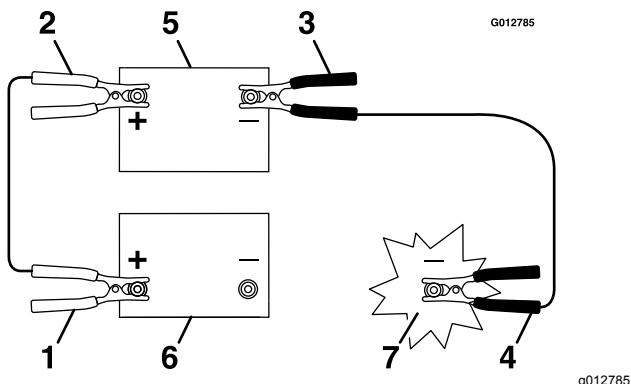

Figure 42
1. Reliez le câble de démarrage positif rouge (+) à la borne positive de la batterie à plat, comme montré à la Figure 42.
2. Reliez l'autre extrémité du câble positif à la borne positive de la batterie de secours (Figure 42).
4. Sur la machine dont la batterie est à plat, reliez l'autre extrémité du câble de démarrage négatif au bloc-moteur, à l'écart de la batterie et des courroies (Figure 42).
2. Retirez le câble négatif du bloc-moteur (Figure 42).
3. Retirez le câble négatif de la batterie déchargée (Figure 42).
4. Retirez le câble positif de la batterie de secours (Figure 42)
5. Retirez le câble positif de la batterie déchargée (Figure 42)